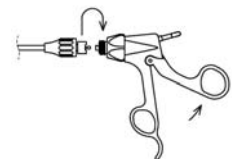

図 2
- 2) ハンドルを開き、シースコネクタのボールジョイントをハンドル側のシース接続部に連結する。(図2)